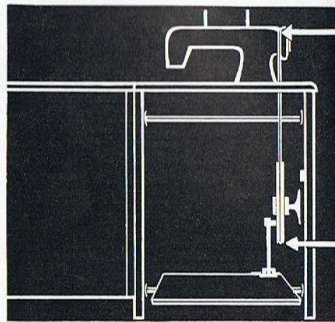

Abb. 9
2. Auflegen des Riemens (Nr. 60-852-311). Nehmen Sie den beigelegten Treibriemen, führen Sie ihn über die Riemenaufnahme des Schwungrades, durch die beiden Riemenlöcher und um das Antriebsrad herum. (Abb. 9) Verkürzen Sie den Riemen, falls es erforderlich ist. (Abb. 11)